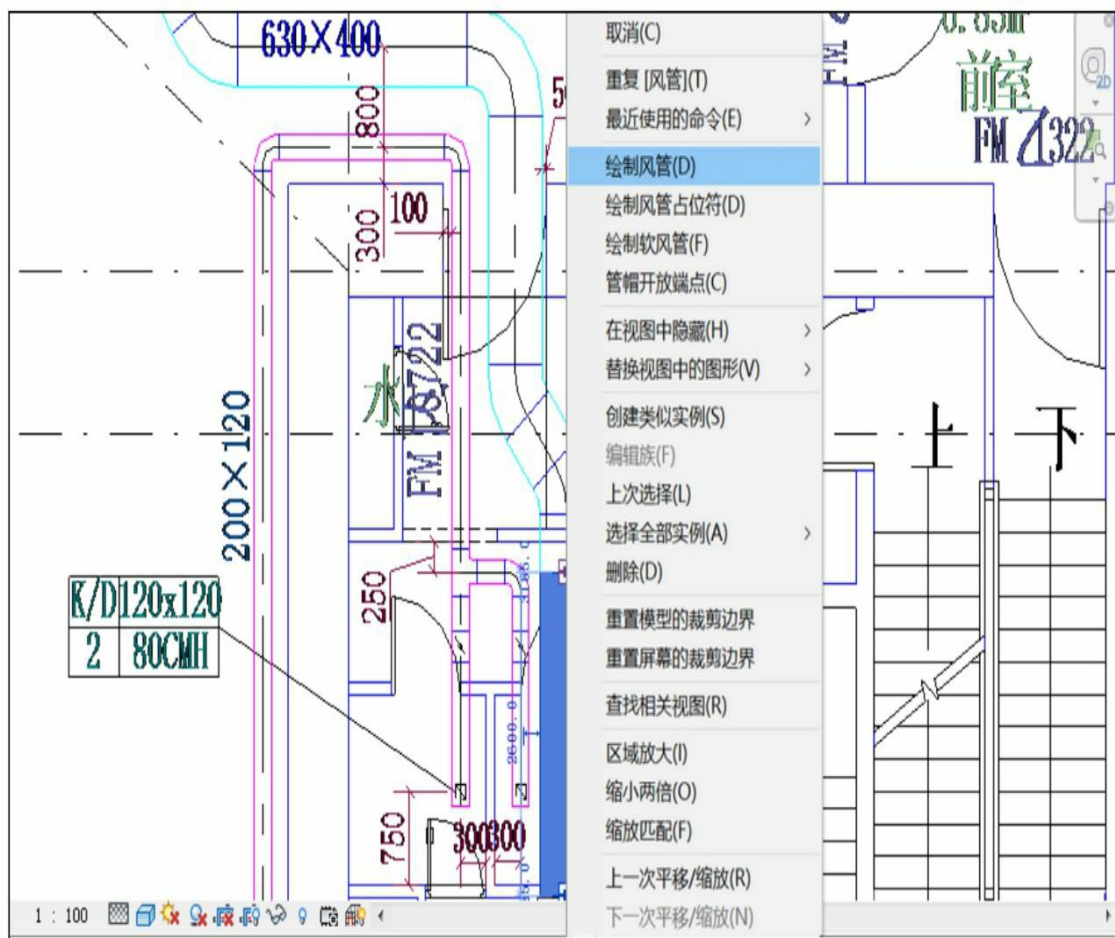
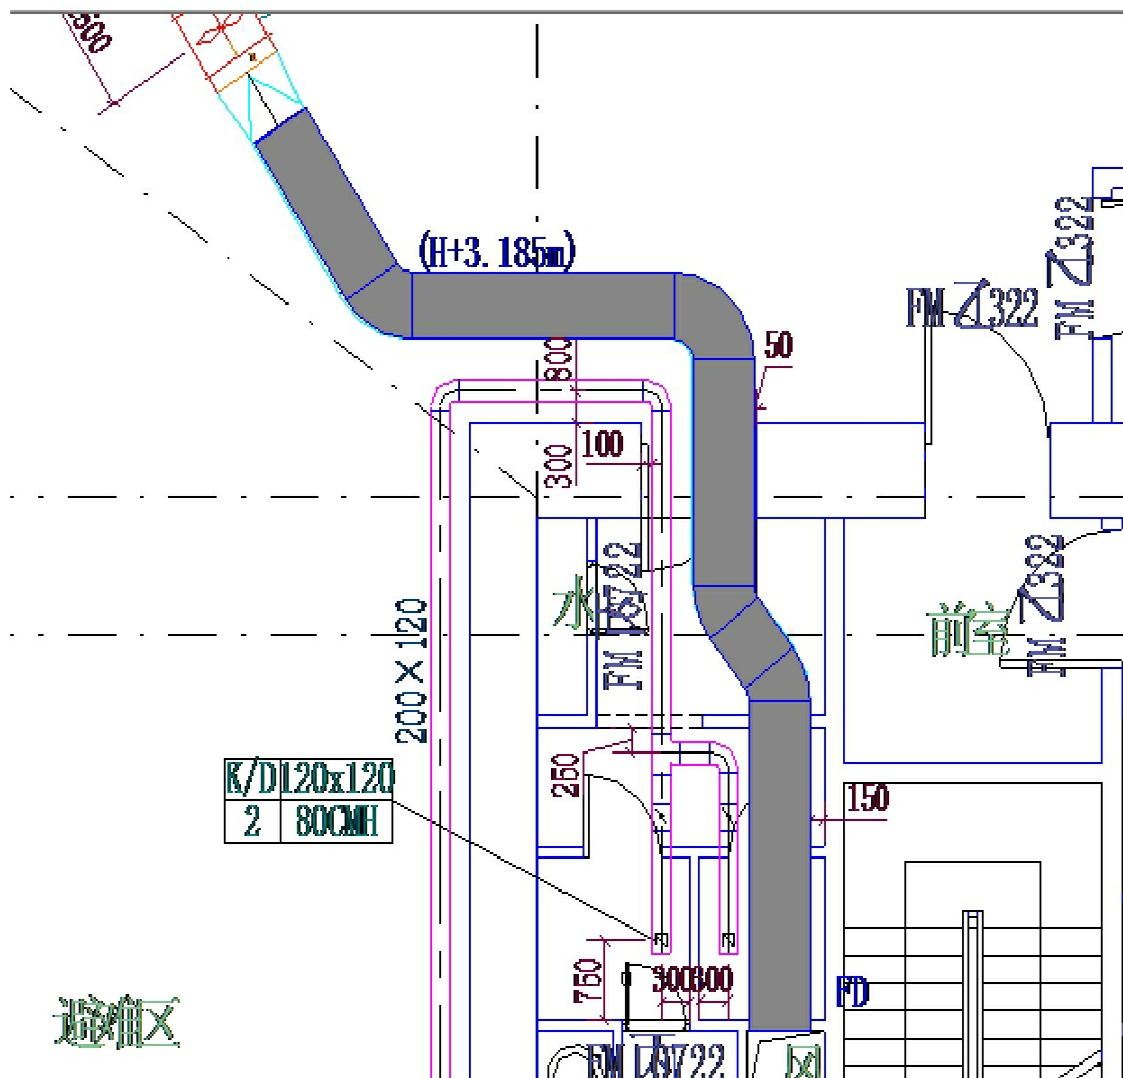

图2-65
图2-66
(5) 选择绘制的风管，在末端小方块上单击鼠标右键，在弹出的快捷菜单中选择“绘制风管”命令，如图2-65所示，继续绘制下一段风管，连续绘制后面的管段，在转折处系统会根据设置自动生成弯头，绘制完毕后单击“修改”选项卡>“编辑”>“对齐”，将绘制的风管与底图位置对齐，如图2-66所示。